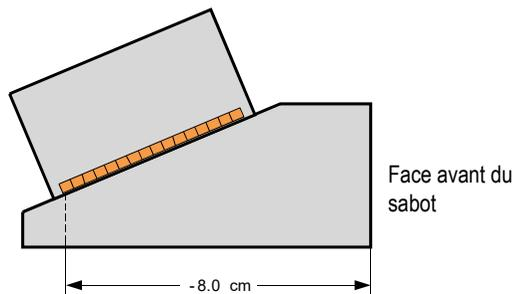

Figure 4-7 Mesure du décalage primaire
- d) Sélectionnez **Décal. pri.**, et puis entrez la valeur de décalage primaire qui correspond à la distance entre le bord avant du sabot et le premier élément de la sonde (voir la Figure 4-7 à la page 116).